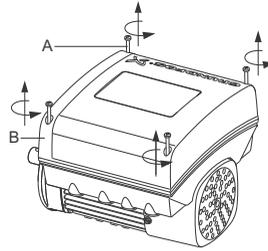

Abb. 59 Abnehmen des Klemmenkastendeckels
1. Lösen Sie die vier Schrauben (Abb. 59, A) und entfernen Sie den Klemmenkastendeckel (Abb. 59, B).
11. Montieren Sie den Klemmenkastendeckel (Abb. 59, B) und ziehen Sie die vier Schrauben (Abb. 59, A) mit 6 Nm über Kreuz an.